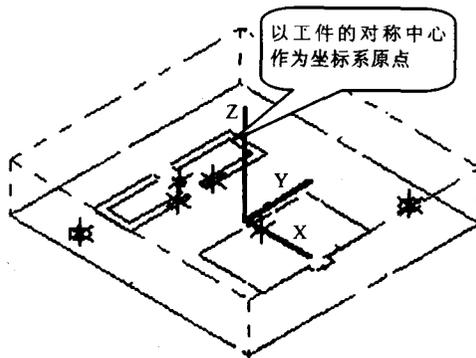

图 1-4 以对称中心定义工件坐标系
(1) 钣金模具 CAD 设计时应该合理确定加工工件的坐标系。定义加工工件坐标系的原则如下：
- 以加工毛坯工件的对称中心作为工件坐标系，如图 1-4 所示。